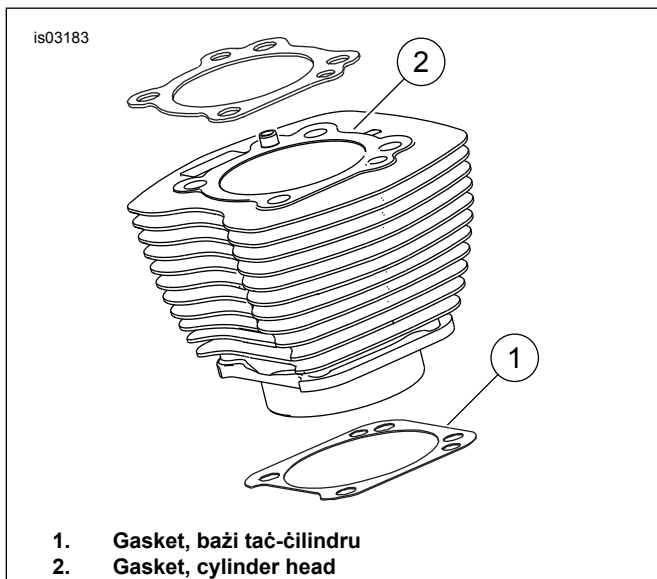

Figura 1. Gaskets taċ-ċilindru
Ara Figura 1 . Il-gasket tal-baži taċ-ċilindru ta' 4.060 (1) u l-gasket tas-cylinder head (2) jeliminaw il-bżonn tal-O-rings. Tużax O-rings fuq id-dowels taċ-ċilindru jew spigots taċ-ċilindru.